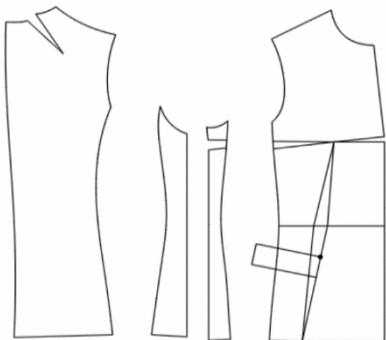

图 5-3-5 衣身结构处理 (3)
(6) 用“✂️ (剪断线)”和“🧼 (橡皮擦)”工具将前、侧、后片分离；前片腰线以下“6cm”处设置口袋开袋位置，并做“4×11cm”的袋盖，如图 5-3-5 所示。